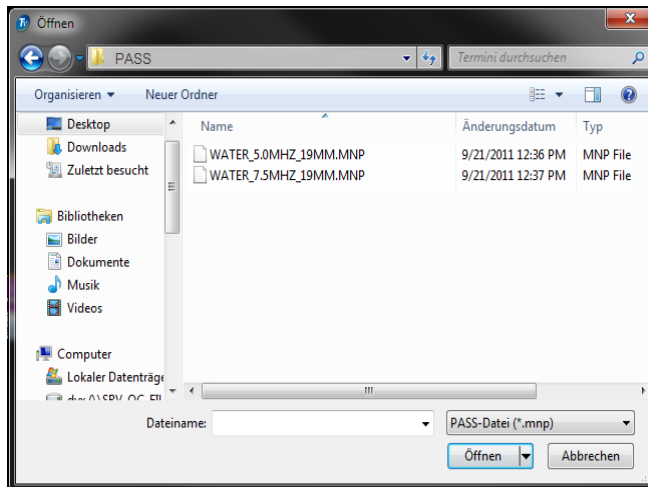

Abbildung 10-1 Dialogfeld Öffnen zum Öffnen von PASS-Dateien
3. Wählen Sie im eingeblendeten Dialogfeld **Öffnen** (siehe Abbildung 10-1 auf Seite 468) die gewünschte PASS-Datei aus und klicken Sie auf **Öffnen**.